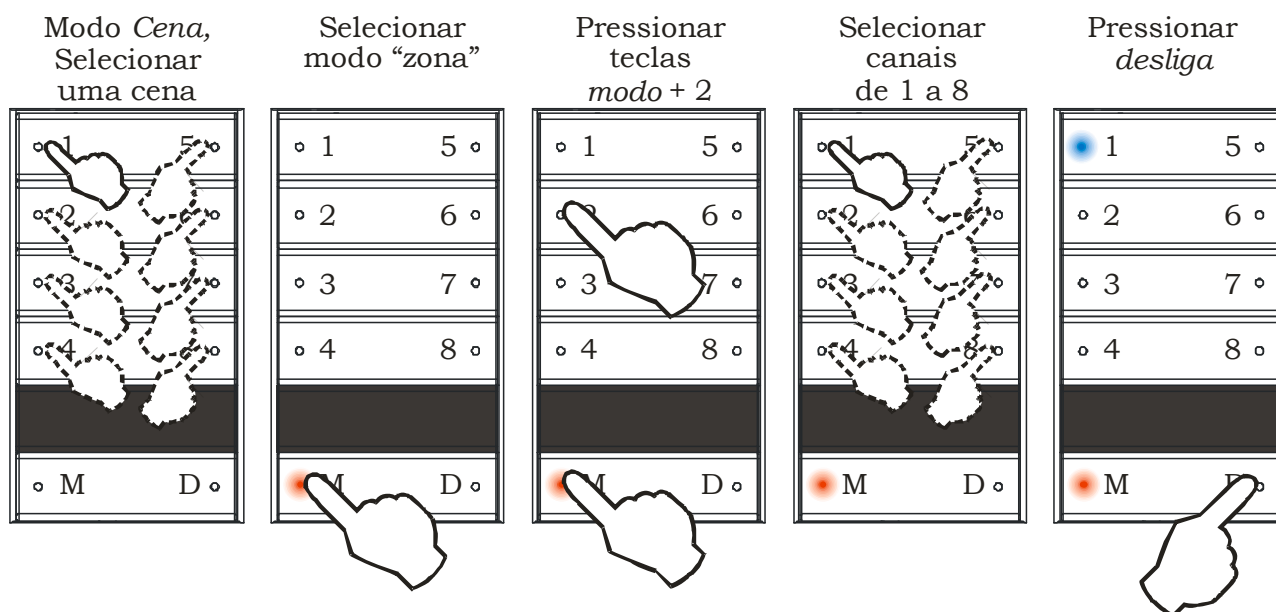

Figura 9 - Canais ignorados pela cena
- Os led’s de 1 a 8 indicarão os canais não afetados por esta cena (led aceso significa canal não afetado, ver Figura 9);